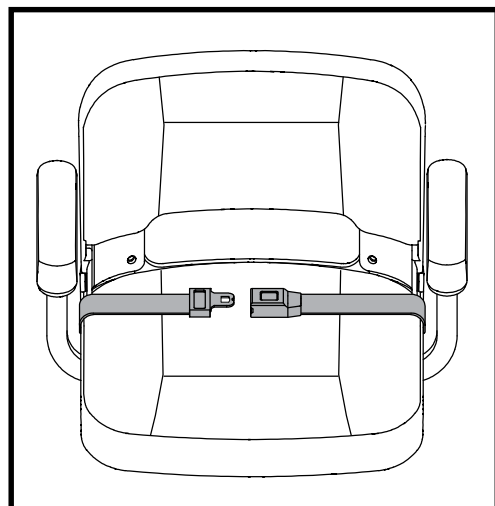

Figure 30. Ceinture de positionnement
Votre Travel Scooter peut être équipé d'une ceinture de positionnement de type automobile réglable pour votre confort. **Voir la figure 30.** La ceinture de positionnement est conçue pour supporter et empêcher le conducteur de glisser ou d'avancer sur le siège. La ceinture de positionnement n'est pas une ceinture de sécurité.
1. Insérez l'onglet de la ceinture côté droit dans la boucle de ceinture côté gauche jusqu'à ce que vous entendiez le "clac". **Voir la figure 30.**